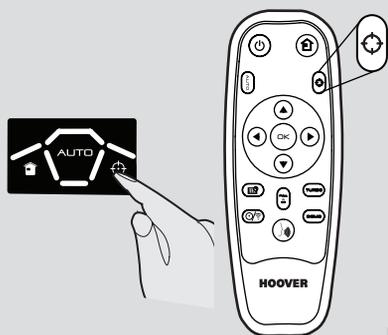

Рис. 12
**Режим точечной уборки (SPOT) можно включить: [Рис. 12]**